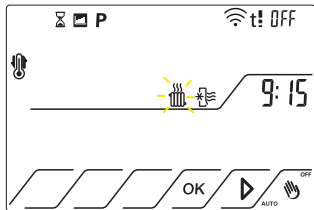

Fig.13
4.1.3 Premere il tasto  fino a posizionarsi sull' icona  che comincerà a lampeggiare. Compare la scritta OFF. Fig.13